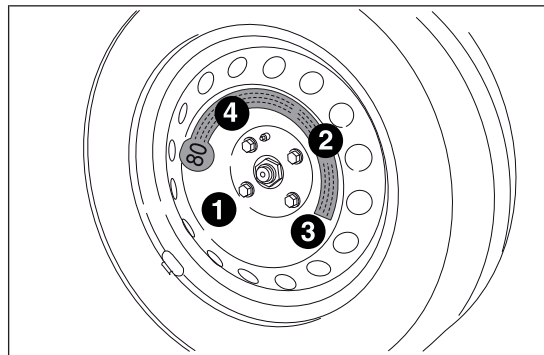

fig. 106
- ☐ con la llave A, apretar a fondo los tornillos, pasando alternativamente de un tornillo al diametralmente opuesto, siguiendo el orden numérico ilustrado en fig. 106;